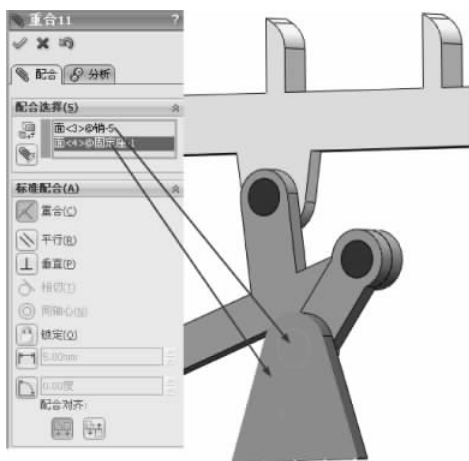

图 3-235 重合配合
(24) 继续进行配合约束,选择【标准配合】选项组下的【重合】配合类型 ,在【要配合的实体】选择框  中选择如图 3-235 所示的面,其他保持默认,单击【确定】按钮 ,完成重